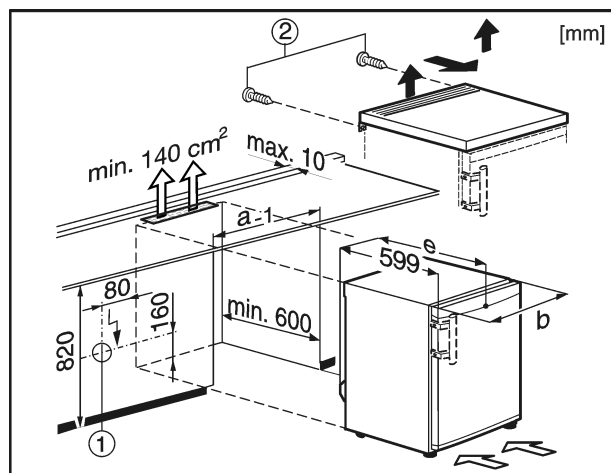

Fig. 7
Die Steckdose Fig. 7 (1) muss dabei außerhalb der Geräte-rückseite liegen und leicht zugänglich sein.
- ▶ Schrauben *Fig. 7 (2)* an der Rückseite entfernen.